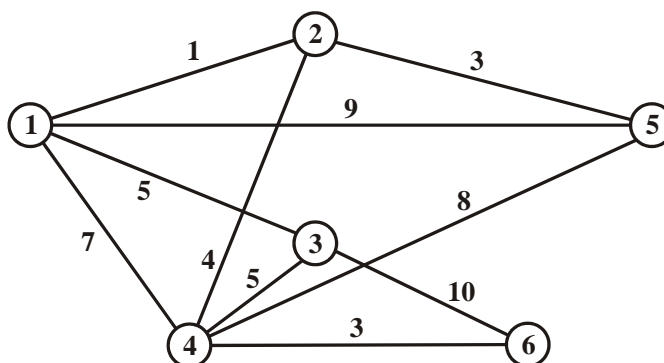

Рисунок 1
**Пример 1.** Телевизионная фирма планирует создание кабельной сети для обслуживания 5 районов-новостроек. Числа на ребрах указывают длину кабеля (рис. 1). Узел 1 — телевизионный центр. Отсутствие ребра между двумя узлами означает, что соединение соответствующих новостроек либо